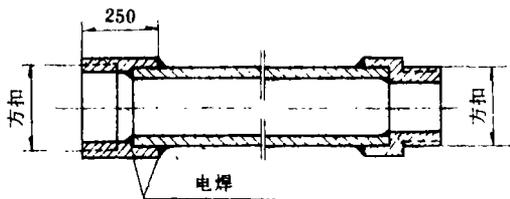

图3 薄壁大口径管加接头
1. 薄壁大口径护井管（壁厚 5 毫米的有缝管）采用外加公、母接头连接。公、母接头是用 12 毫米钢板经过锻、焊、车加工而成，然后分别焊在管子两头（如图 3）。